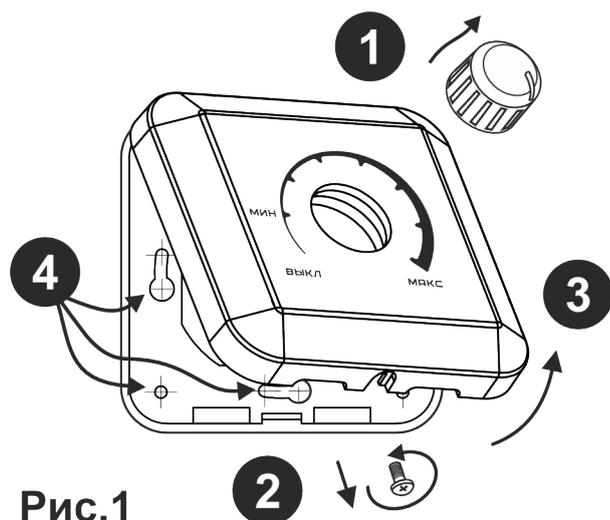

Рис.1
- Снять ручку управления (1) (потянув с усилием «на себя»).
- Открутить и извлечь винт (2), фиксирующий декоративную крышку регулятора.
- Движением «снизу-вверх» приподнять и снять крышку регулятора (3) (Рис.1).
4.5 Закрепить корпус регулятора в подрозетнике или на панели электротехнического шкафа в местах крепления (4) (Рис.1).